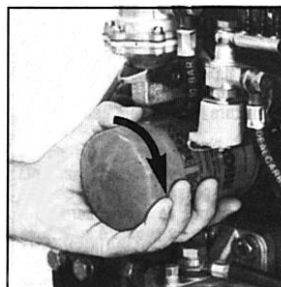

Рис.78.2
- Установите новый фильтр, предварительно убедившись в отсутствии повреждений уплотнительного кольца (рис.78.2)